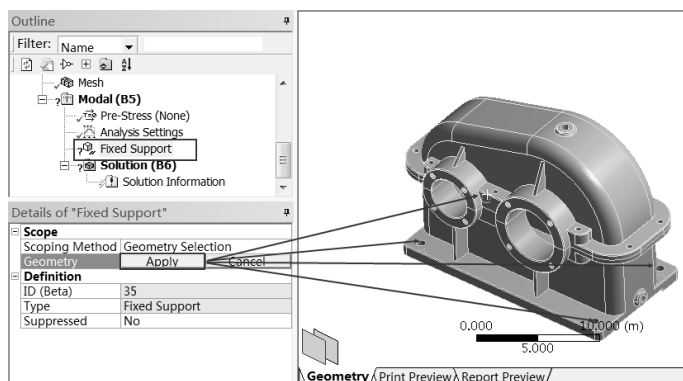

图 7-38 约束
Step7：单击底部零件的四个通孔添加固定约束，如图 7-38 所示。